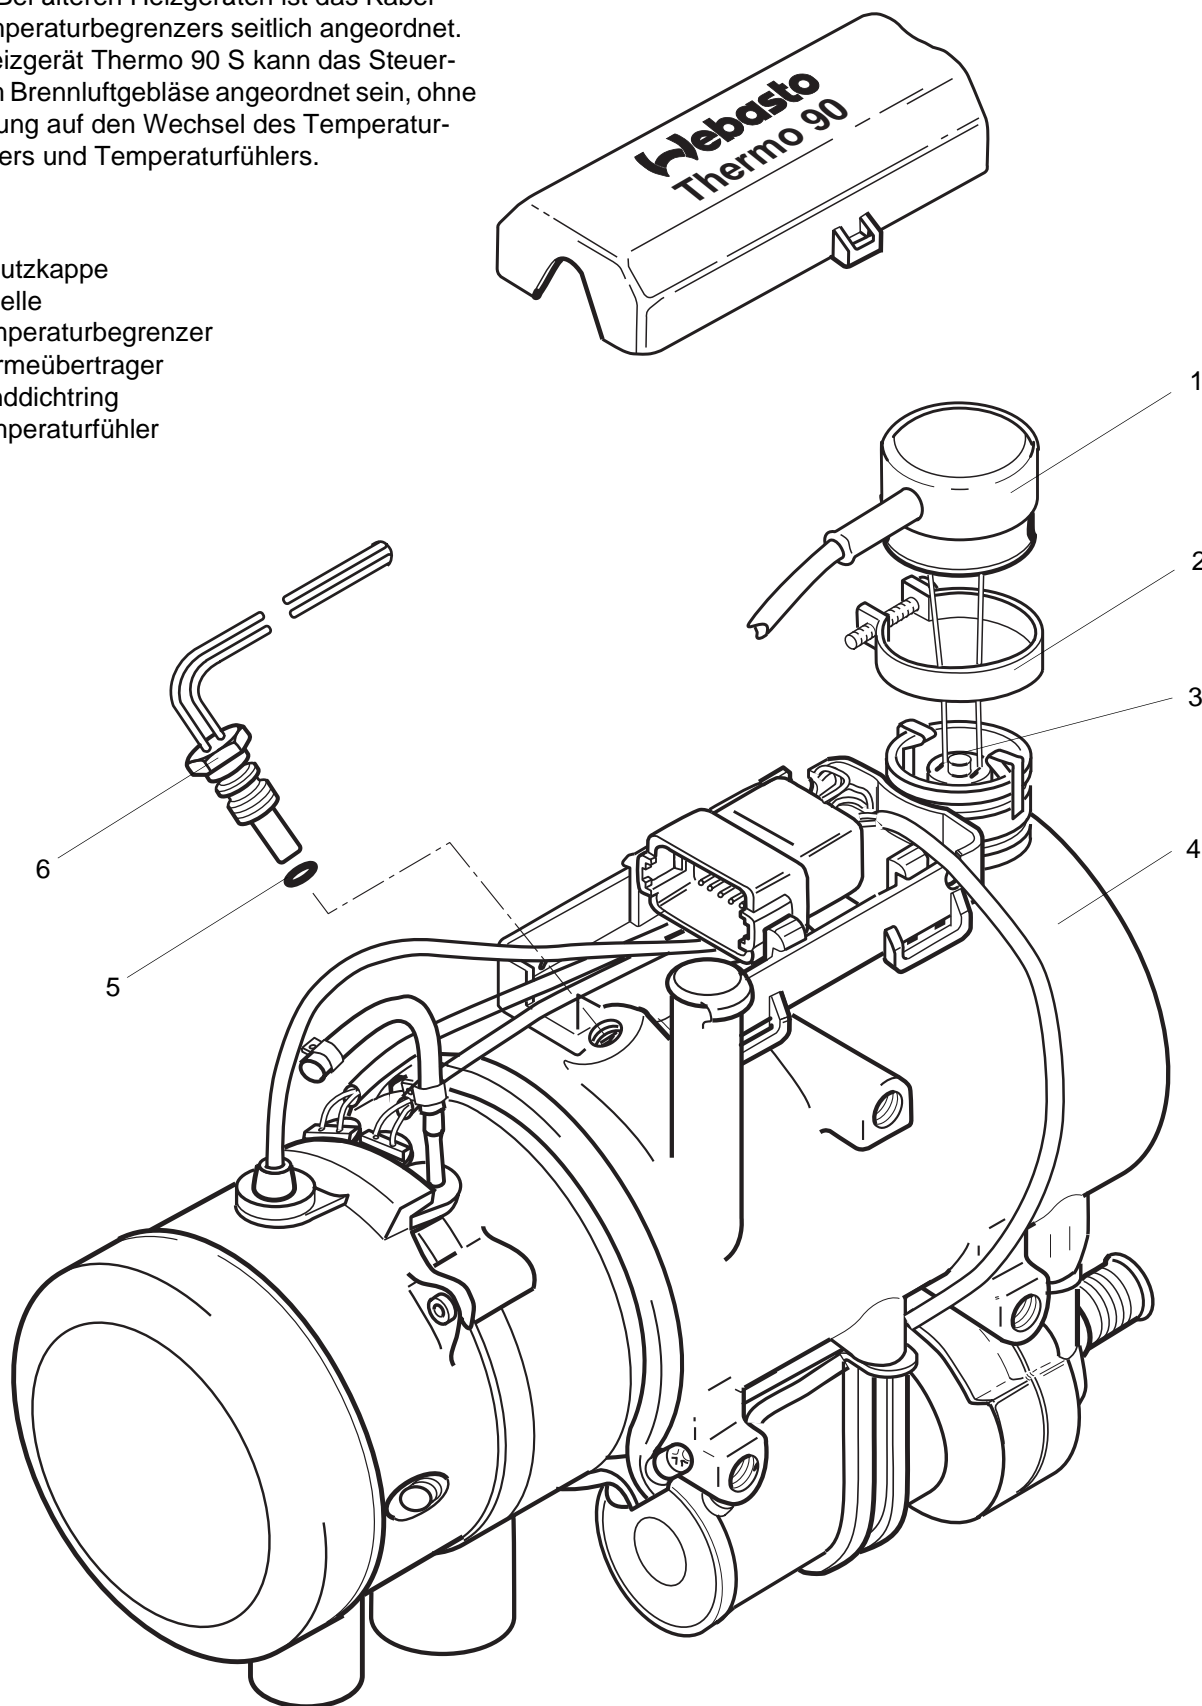

Abb. 903 Wechsel des Temperaturbegrenzers und Temperaturfühlers
3. Schelle (2, Abb. 903) entfernen und Schutzkappe (1) abziehen.
4. Mit Schraubendreher Haltefeder abhebeln und Temperaturbegrenzer (3) entfernen.
1. Neuen Temperaturbegrenzer (3, Abb. 903) in Wärmeübertrager (4) einsetzen und Haltefeder eindrücken.
3. Temperaturfühler (6, Abb. 903) herausschrauben und mit Runddichtring (5) entfernen.